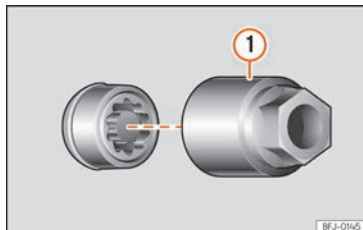

Fig. 196 Caragol antirotatori de la roda amb caputxó i adaptador.
- Encaixeu l'adaptador especial >>> fig. 196 ① (eina de bord >>> pàg. 264) en el caragol antirotatori de la roda fins al límit.